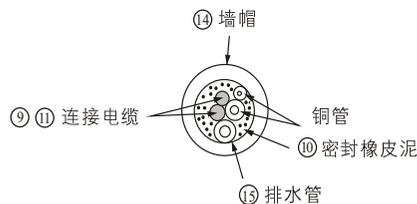

图34
- 2 用附件⑭墙帽及附件⑩密封橡皮泥来整理墙上的洞,如图32、图33及图34。